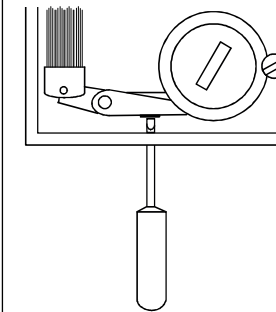

Bild 1
3. Drehen Sie den Sollwertknopf, bis Sie den Schalterpunkt finden. Ist der Schalterpunktwert höher als der gemessene Istwert, sollte die Kalibrierschraube im Uhrzeigersinn gedreht werden. Ist der Schalterwert kleiner als der Messwert, sollte die Schraube gegen den Uhrzeigersinn gedreht werden. Die Kalibrierschraube ist mit einem schmalen Schraubendreher durch die Schlitz am unteren Ende des Hygrostats zugänglich. Siehe Abb. 1. Stellen Sie die Kalibrierschraube so ein, dass der Mikroschalter hörbar umschaltet, wenn der Sollwertknopf auf den Istwert Feuchte eingestellt wird.